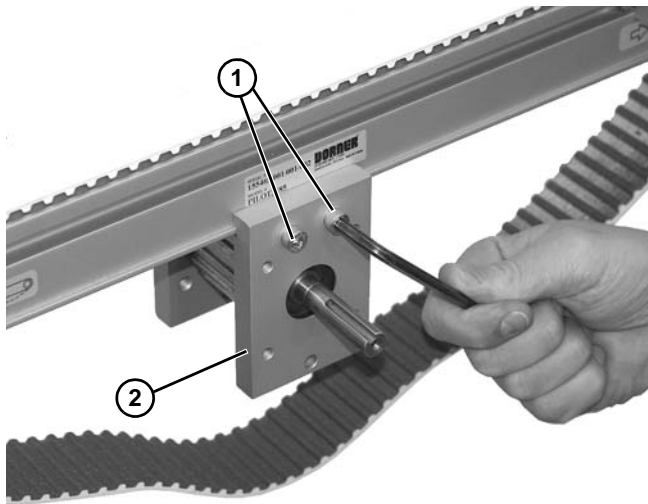

Figura 84
2. Afloje dos tornillos (Figura 84, artículo 1) de cada lado del bloque de montaje (Figura 84, artículo 2).